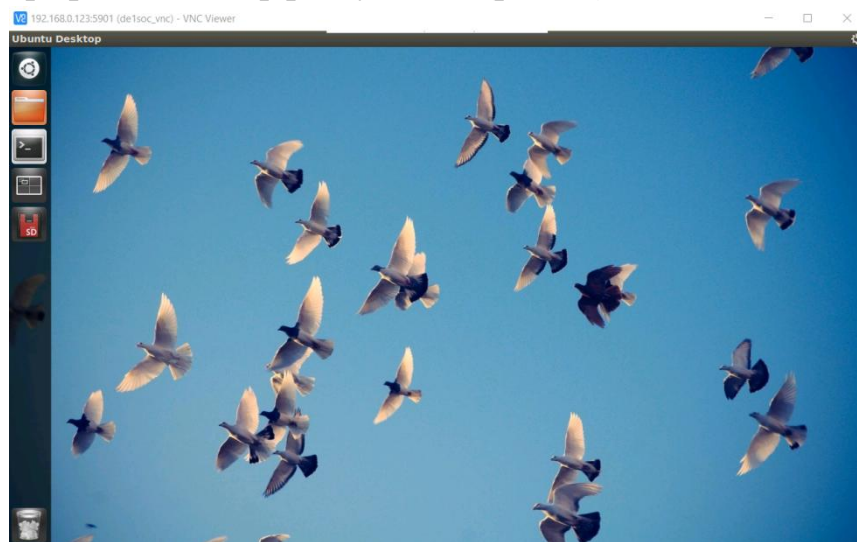

Рис. 89. Основне вікно RealVNC
17. Натисніть кнопку «Connect» і відкриється інше діалогове вікно, у якому буде запропоновано ввести пароль, введіть пароль password. В результаті з'явиться вікно графічного інтерфейсу Linux (рис.89).